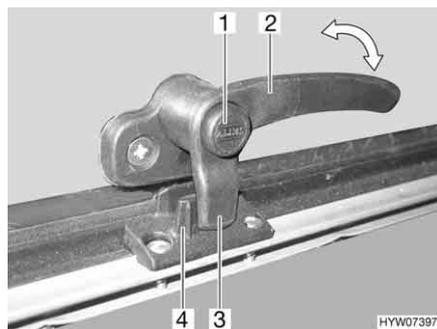
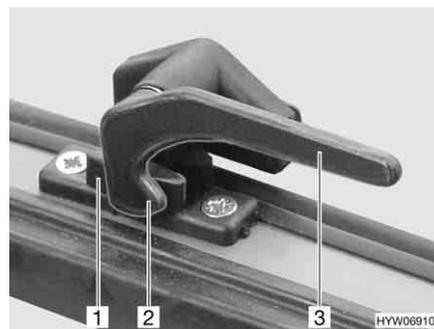

Fig. 72 Palanca de bloqueo con botón de seguridad en la posición de "cerrado"
Fig. 73 Palanca de bloqueo en la posición de "abierto"
- Si existe, pulsar el botón de seguridad (Fig. 72,1) y mantenerlo pulsado.
- Girar toda la palanca de bloqueo (Fig. 72,2 ó Fig. 73,3) un cuarto de vuelta hacia el centro de la claraboya.
- Girar todas las palancas de bloqueo (Fig. 72,2 ó Fig. 73,3) un cuarto de vuelta hacia el marco. El saliente de bloqueo (Fig. 72,3 ó Fig. 73,2) se encuentra en la cara interior del bloqueo de la claraboya (Fig. 72,4 ó Fig. 73,1).
- En la posición "cerrada fijamente" (Fig. 72 y Fig. 73)